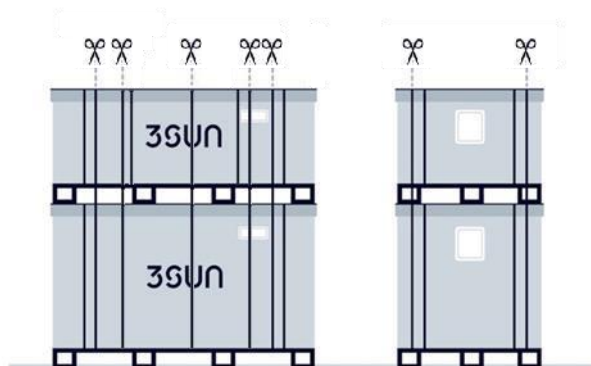

Figura 13: Posizione delle cinghie esterne.
3. Tagliare le sette cinghie esterne che legano insieme le scatole superiore e inferiore, indicate nella Figura 13 di seguito.